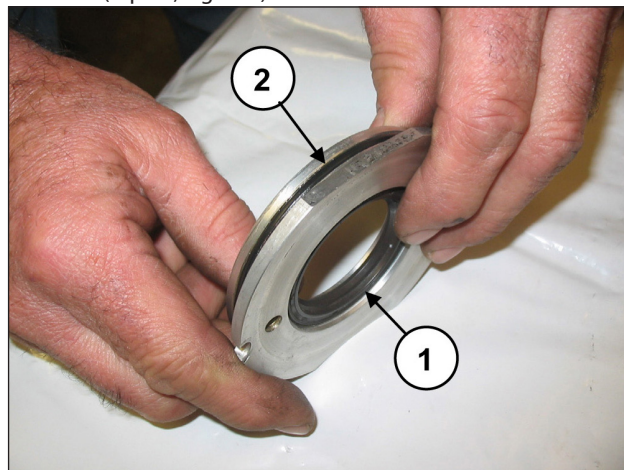

Fig. 160
Remplacer le joint d'huile (rep. ①, Fig. 160) et le joint torique extérieur (rep. ②, Fig. 160).